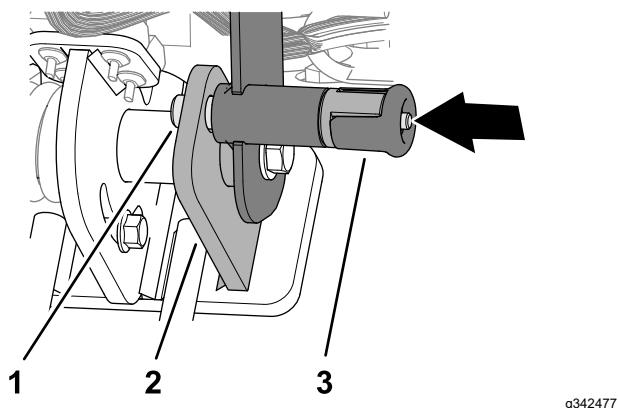

Figura 73
- Assicuratevi che il perno di fissaggio della maniglia passi attraverso il foro fino all'interno della piastra di arresto (Figura 73).